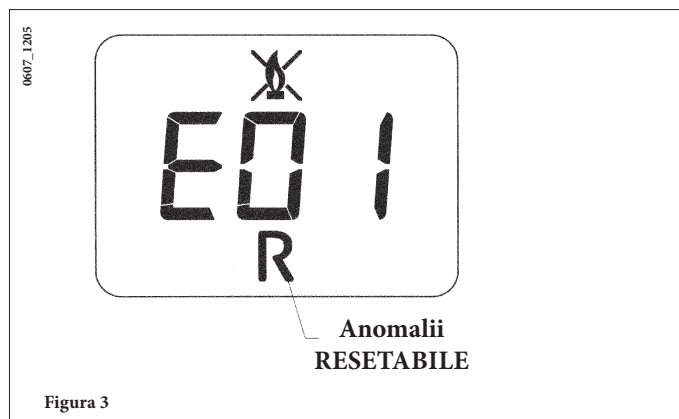

Figura 3
**IMPORTANT:** Verificați periodic ca presiunea, indicată pe manometru, atunci când instalația este rece, să fie de 0,7-1,5 bari. În caz de suprapresiune, deschideți robinetul de evacuare al centralei, iar în caz de presiune joasă, deschideți robinetul de umplere al centralei (figura 3).